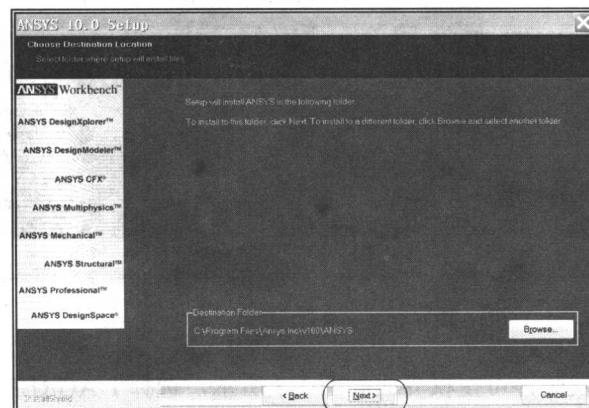

图 1-5 选择 ANSYS 安装路径
- ⑤ 出现选择 ANSYS 安装路径界面如图 1-5 所示，选择安装路径，单击 Next 按钮进行下一步安装。本例中选择安装程序的默认安装路径进行安装。